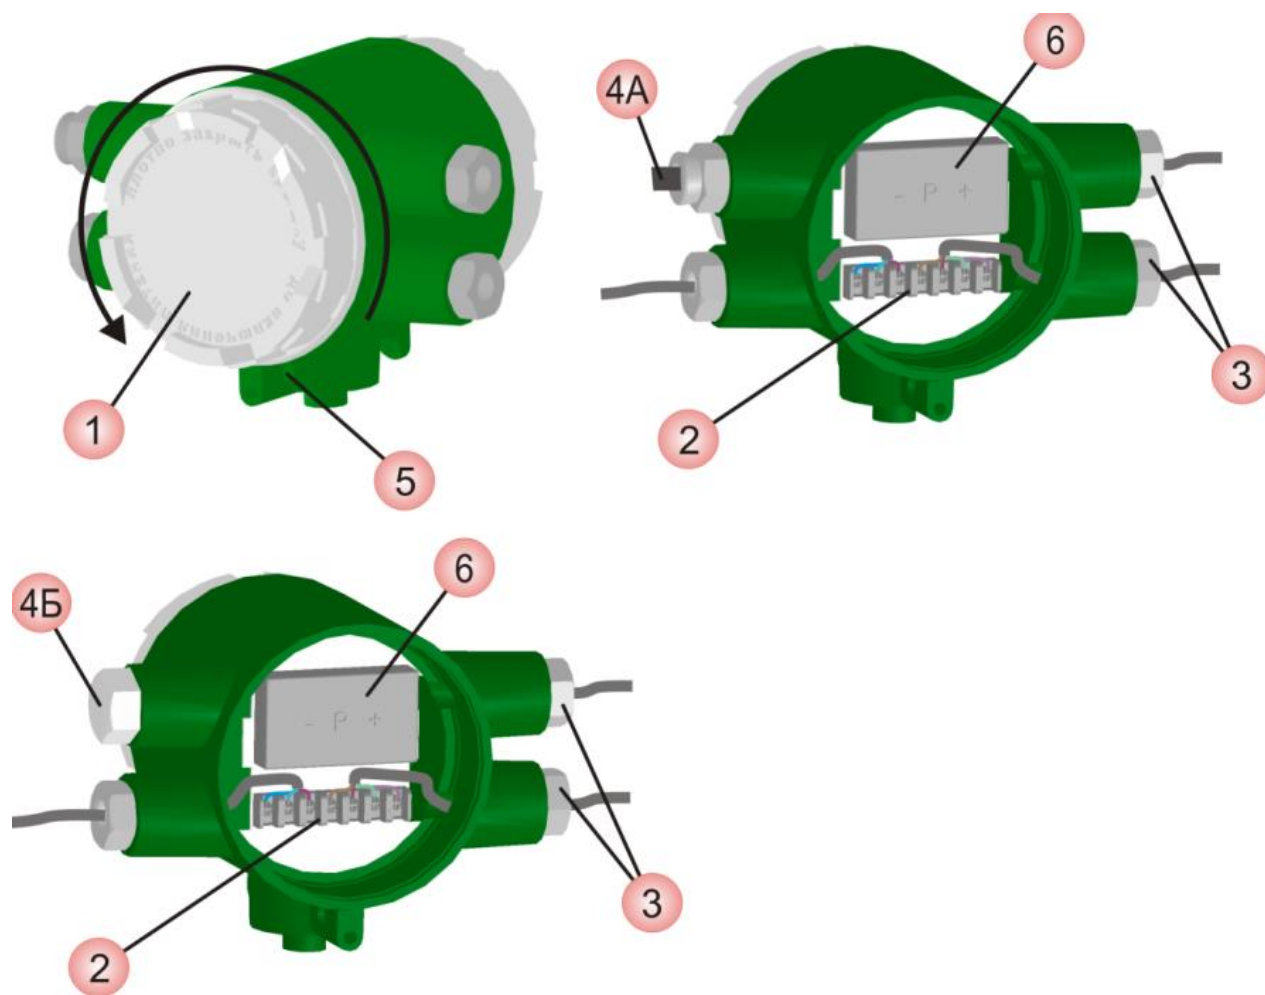

Рисунок 2.6 Общие правила выполнения электрических подключений счетчика
2.4.1 Общие правила Выполнение электрических подключений производится в следующей последовательности (см. **рисунок 2.6**):